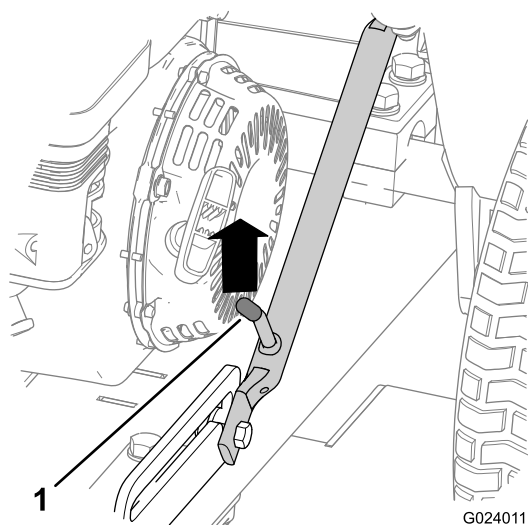
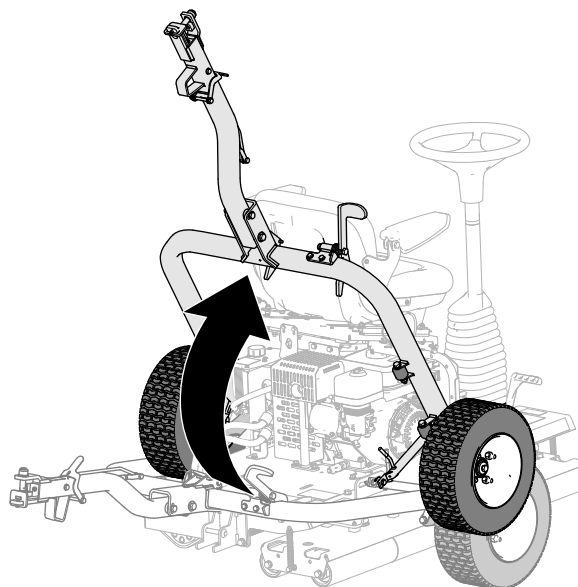

Figura 18
Figura 23
1. Împingei în sus ansamblul dispozitivului de remorcă până când maneta de fixare este deblocată din opritorul glisorului (Figura 18).
5. Ridicați dispozitivul de remorcare (Figura 23) până când maneta de fixare este blocată în opritorul glisorului (Figura 18).